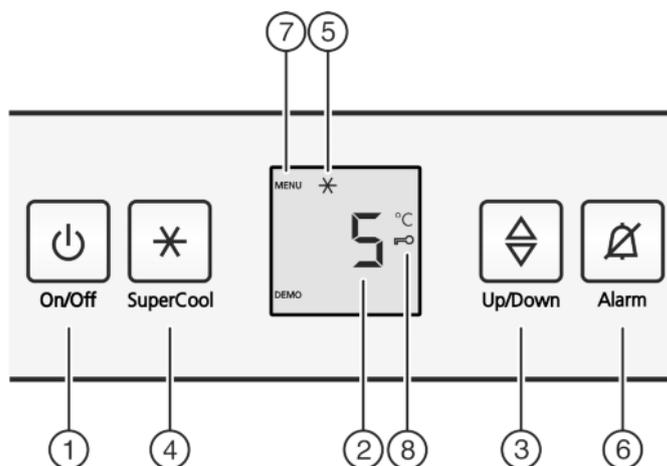

Fig. 2
- ▶ Taste On/Off Fig. 2 (1) drücken.
- ▶ Taste SuperCool *Fig. 2 (4)* ca. 5 Sekunden drücken.
- ▷ In der Anzeige wird das Symbol Menu *Fig. 2 (7)* angezeigt.
- ▶ Mit der Taste SuperCool *Fig. 2 (4)* kurz bestätigen.
- ▷ Das Symbol Kindersicherung *Fig. 2 (8)* leuchtet in der Anzeige.
- ▶ Die Taste On/Off *Fig. 2 (1)* kurz drücken.
- ▶ Taste Alarm *Fig. 2 (6)* drücken.
- ▶ Temperaturfunktion aufrufen: Die Einstelltaste *Fig. 2 (3)* drücken.
- ▶ Temperatur in 1 °C -Schritten ändern: Einstelltaste *Fig. 2 (3)* so oft drücken, bis die gewünschte Temperatur in der Temperaturanzeige leuchtet.
- ▶ Taste SuperCool *Fig. 2 (4)* kurz drücken.
- ▷ Das Symbol SuperCool *Fig. 2 (5)* leuchtet in der Anzeige.
- ▷ Das Symbol SuperCool *Fig. 2 (5)* erlischt in der Anzeige.